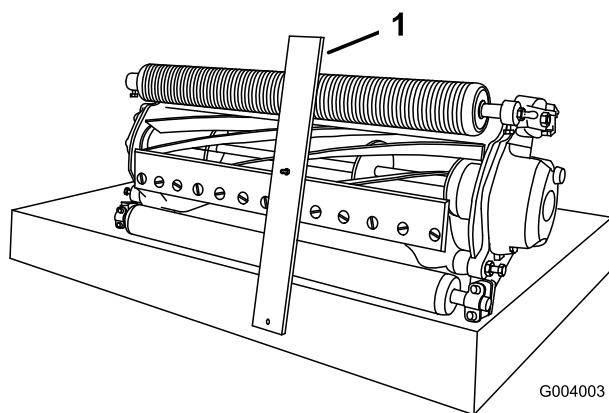

Figura 58
3. Agganciate la testa della vite sul tagliente della controlama, ed appoggiate la parte posteriore della barra sul rullo posteriore (Figura 58).